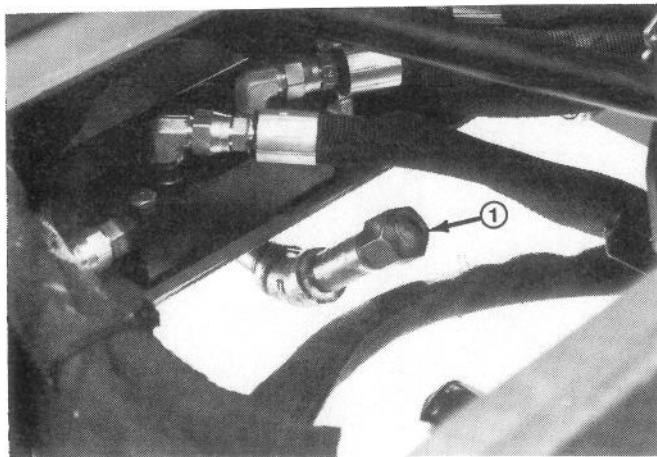

Figura 13
2. Aflojar la tapa de la varilla de calibración de aceite (Figura 13) de la boquilla de llenado de la transmisión y limpiarla con un trapo limpio. Insertar la varilla de calibración de aceite en la boquilla de llenado. Quitar la varilla de calibración de aceite y revisar el nivel.